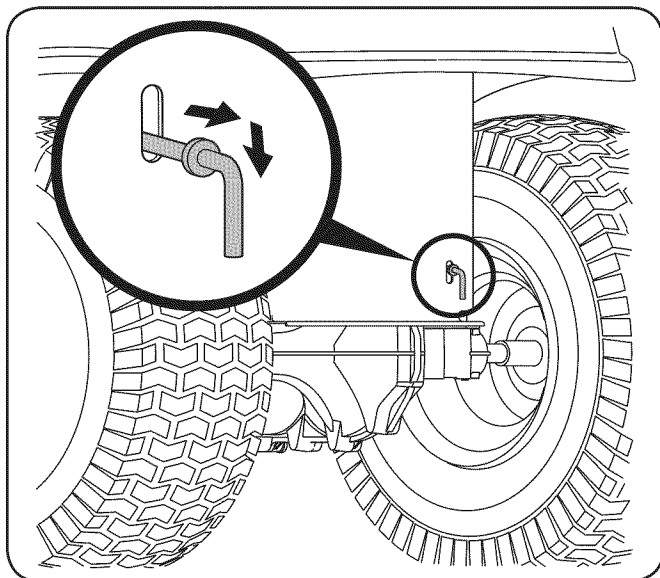

Figure 3-1
1. Busque la barra de transmisión de circunvalación en la parte trasera del tractor. Ver Fig. 3-1.